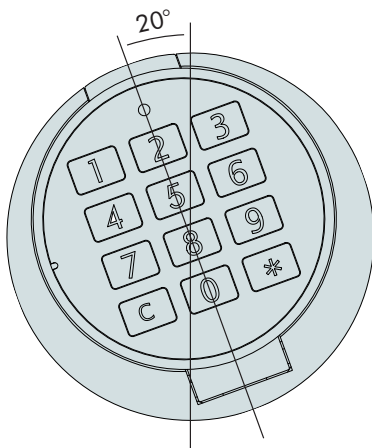
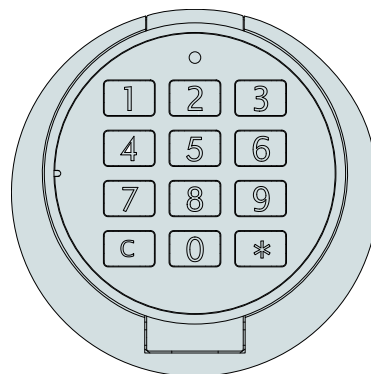

Abb. 6: Position 1 - Aufsetzen Eingabeeinheit
Abb. 7: Position 2 - Aufsetzen Eingabeeinheit
- Eingabeeinheit unter einem Winkel von ca.  $20^\circ$  auf den Befestigungsring aufstecken - Position 1 (siehe Abb. 6) und anschließend durch Drehung nach rechts in Position 2 (siehe Abb. 7) bringen. Drehbewegung muss leichtgängig erfolgen.